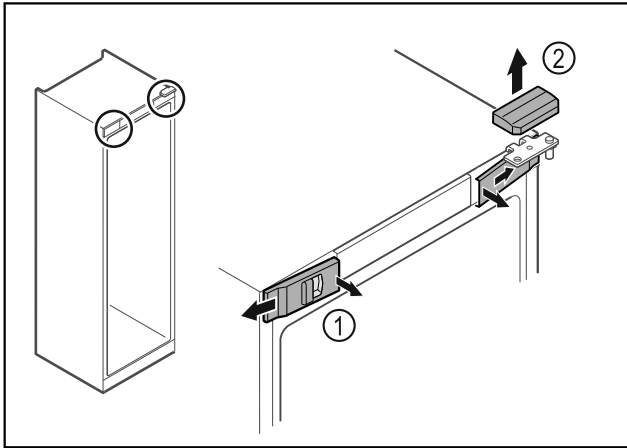

Fig. 12
- ▶ Vidinėje pusėje atfiksukite priekines dengiamąsias plokšteles Fig. 12 (1) ir nuimkite jas į šoną.
- ▶ Nuimkite viršutinę dengiamąją plokštelę Fig. 12 (2) į viršų.